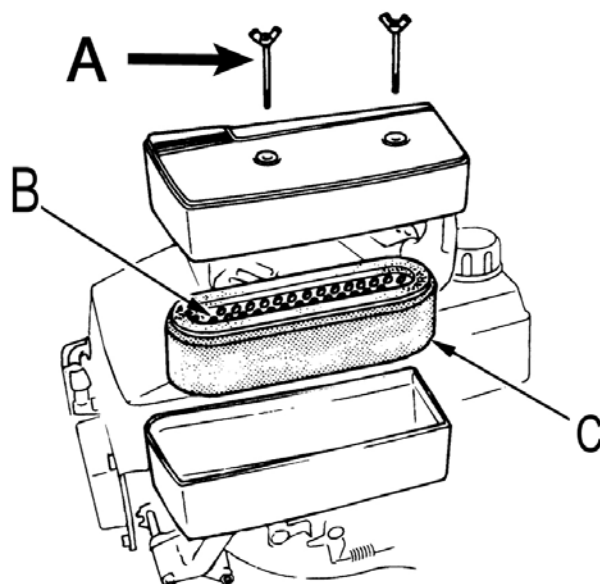

Figura 10
- Smontare il filtro aria svitando i pomelli (A, figura 10), soffiare l'elemento filtrante «B» con aria compressa dall'interno verso l'esterno in direzione contraria al normale flusso dell'aria. Sostituire l'elemento filtrante se troppo sporco o danneggiato, oppure dopo 5 pulizie.